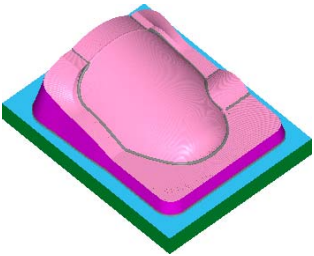

图 17.45 仿真结果图
(2) 在“验证”对话框中单击  按钮。系统将开始进行实体切削仿真，结果如图 17.45 所示，然后单击  按钮。